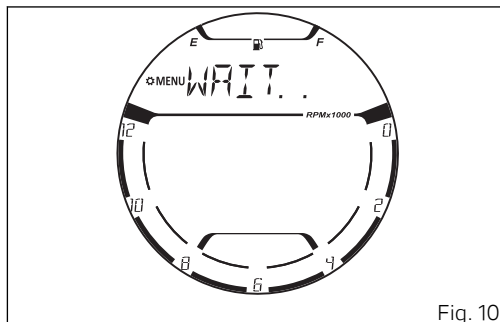

Fig. 10
Presionar el pulsador (4) para realizar la eliminación. El display visualiza la indicación "WAIT.." (Fig. 10) para luego regresar al acceso de la función Bluetooth con el número y la lista de los dispositivos actualizados.